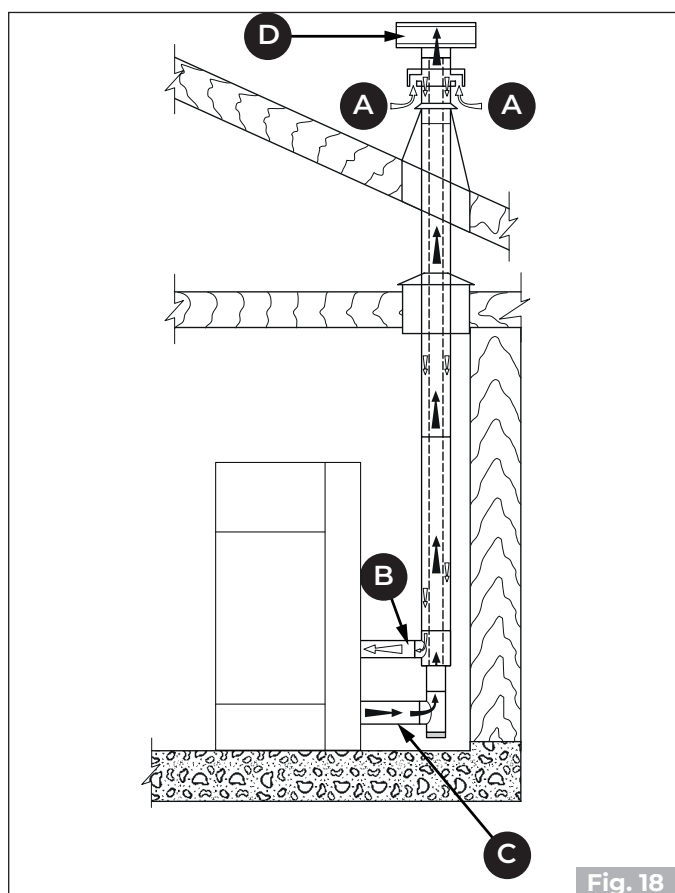

Fig. 18
- canalizar el aire comburente mediante un tubo de descarga coaxial para la expulsión de los humos y la extracción del aire (**Fig. 16- Fig. 18 - A, B = Entrada aire, C, D = Salida humos**); por lo tanto no es necesario hacer una clásica toma de aire en el local.